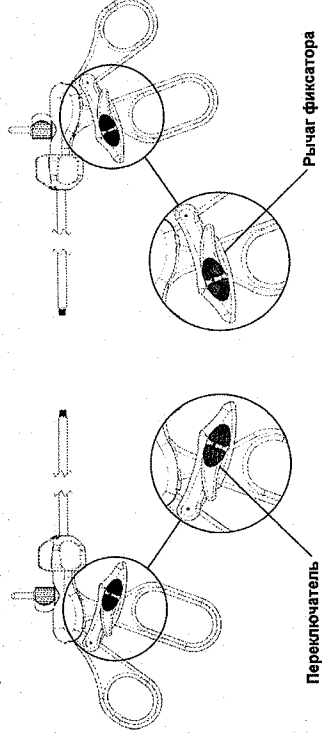

РИСУНОК 3
- Для зацепления механизма кремальеры переместите переключатель (рисунок 3) вперед.